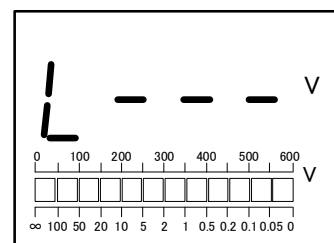

図5
4	この時、非接地側 (LINE 側) であれば、右図5のように③LCD表示器に“L-----”または電圧値を表示します。